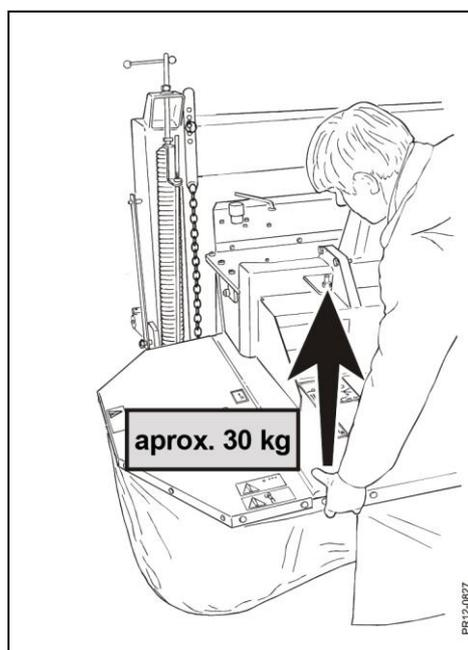

Fig. 3-8
- Fig. 3-8** Recomendamos tensar los muelles hasta que la capacidad elevación sobre la barra de corte sea de **aprox. 30-50 kg a cada lado**.